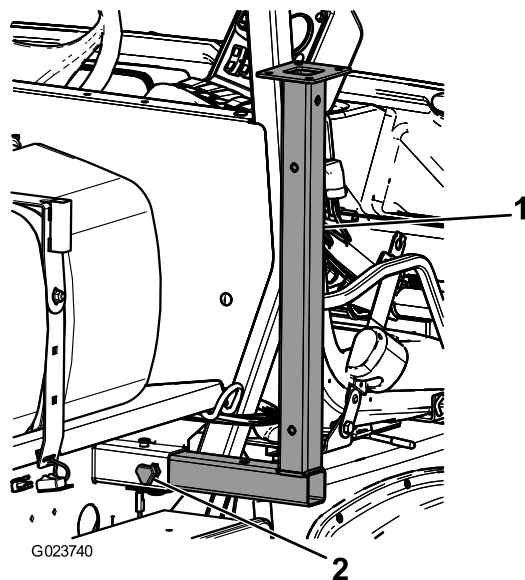

Figura 49
1. Coloque las patas de apoyo delanteras boca abajo en el bastidor, cerca de los puntos de amarre delanteros (Figura 49).